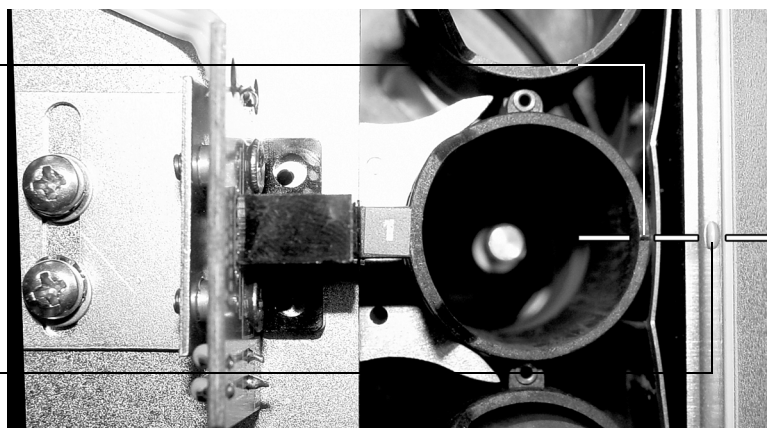

図 20 トレイ チェインの調整
- 3 トレイ チェインリンクの細部がトレイの壁のくぼみにぴったり合っているかどうか確認します。図 20 を参照してください。整列していない場合は Agilent のサービス担当にご連絡ください。